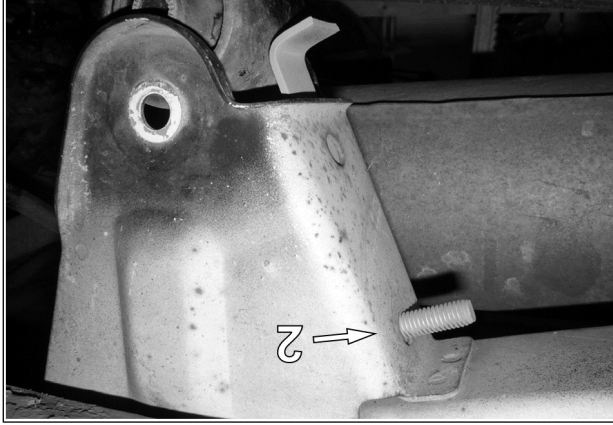

Fig. 4
5. Positionner le boulon (2) de la plaque au trou supérieur du support. Voir la Fig. 4